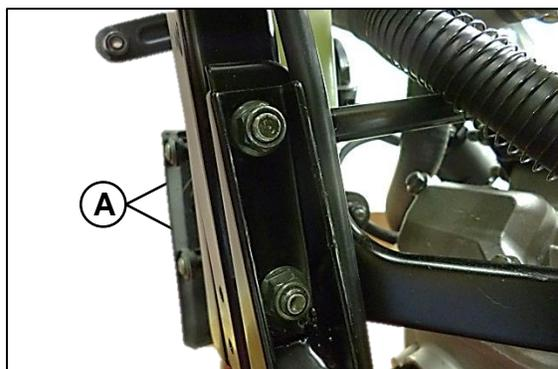
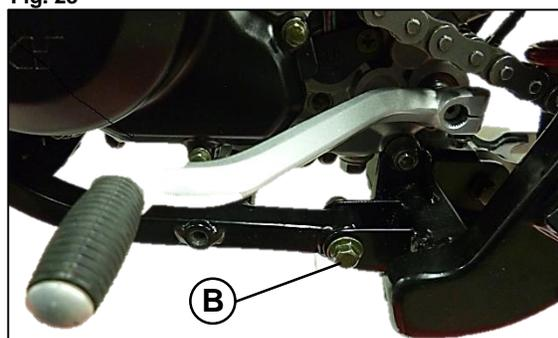
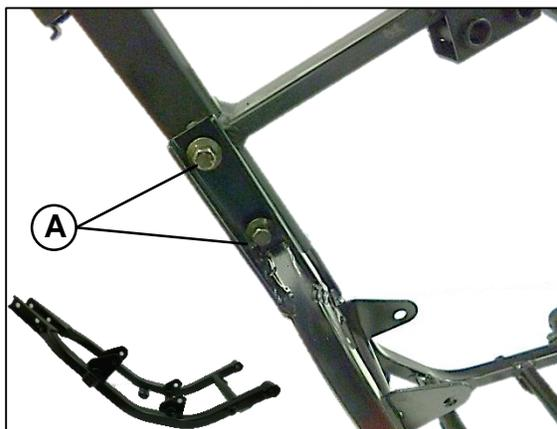

Fig. 23
Fig. 24
Fig. 27
Tenga en cuenta que para liberar el motor deben desajustarse también las tuercas y ejes (A) de 12mm que fijan el soporte inferior del motor al chasis parte media. Fig 23. Y las tuercas y ejes (B) de 15mm que fijan el soporte inferior. Fig 24
En la parte media se encuentra el soporte inferior de motor que viene ajustado con dos tornillos (A) de tuerca 12mm Fig.27 y dos tornillos (B) con tuerca de 15 mm. A ambos lados. Fig. 24